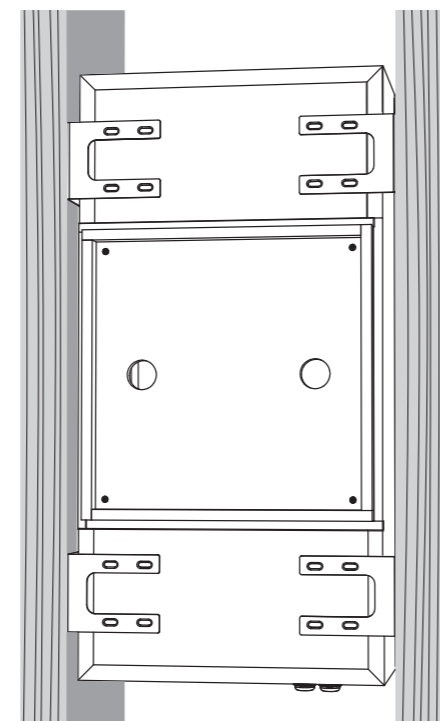

Fig. 2 Screw the brackets and back can together.
3. Z pomocą asystenta ostrożnie podnieś tylną puszkę w wybrane miejsce między belkami stropowymi, a następnie podnieś i wsuń na miejsce, aż zostanie wsparta na czterech wspornikach i wyśrodkowana między nimi (rys. 2).